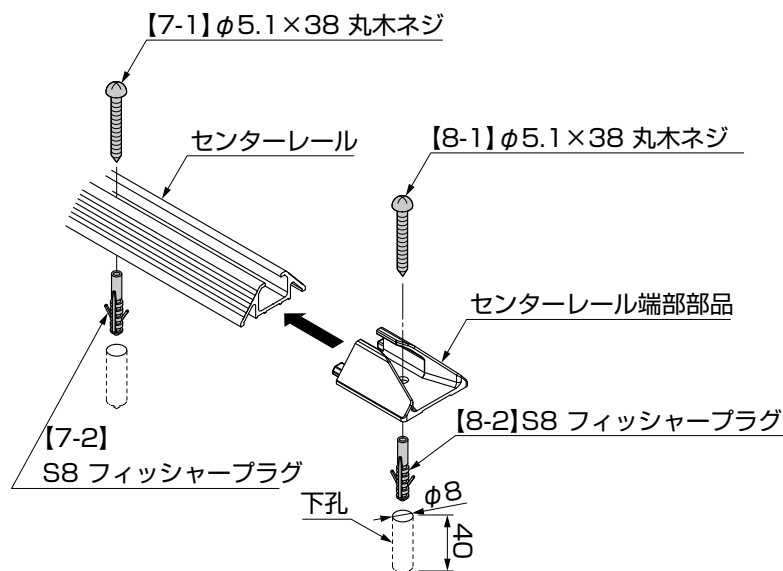

図11-5
- ①センターレールの位置を決め、センターレールの孔に合わせて地盤に下孔φ8 深さ40mm以上の孔をあけてください。（図11-5参照）
- ②【7-2】を圧入し、【7-1】でネジ止めしてください。（図11-5参照）
- ③センターレール端部部品をセンターレールに図のように差込み、センターレール端部部品の孔に合わせて地盤に下孔φ8 深さ40mm以上の孔をあけてください。（図11-5参照）
- ④【8-2】を圧入した後、【8-1】でネジ止めしてください。（図11-5参照）